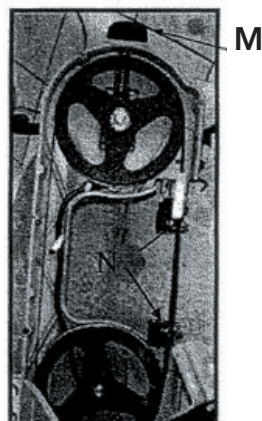

Figura 5
Eleve la cabeza de la máquina a una posición vertical y abra las guardas de la sierra cinta. Afloje la perilla del tornillo de tensión (A de la figura 5) lo suficiente para permitir que la máquina resbale de la ruedas. Instala la sierra cinta nueva con los dientes hacia el motor como se indica:
1. Coloque la sierra cinta en medio de cada soporte guía (N de figura 5.)
6. Ajuste la perilla de tensión de la sierra cinta (refiérase a M de la figura 5) en sentido de las manecillas del reloj hasta que ajuste lo suficiente y la sierra cinta no se resbale. No apriete en exceso.